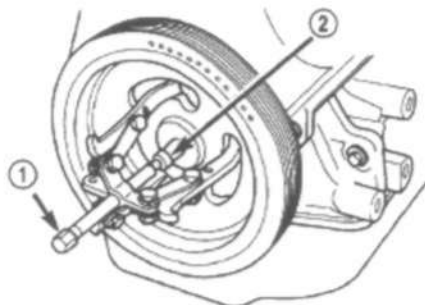

Рис. 71 Снятие гасителя вибрации коленчатого вала.
- (1) Снять ремни привода вспомогательного оборудования (см. п.7 - ОХЛАЖДЕНИЕ/ ПРИВОД ВСПОМОГАТЕЛЬНОГО ОБОРУДОВАНИЯ/ РЕМНИ ПРИВОДА -СНЯТИЕ)
- (2) Снять болт гасителя вибрации коленвала.
- (3) Снять гаситель вибрации при помощи 3-кулачкового съемника 1026 и вставки 6827-А (Рис. 71).